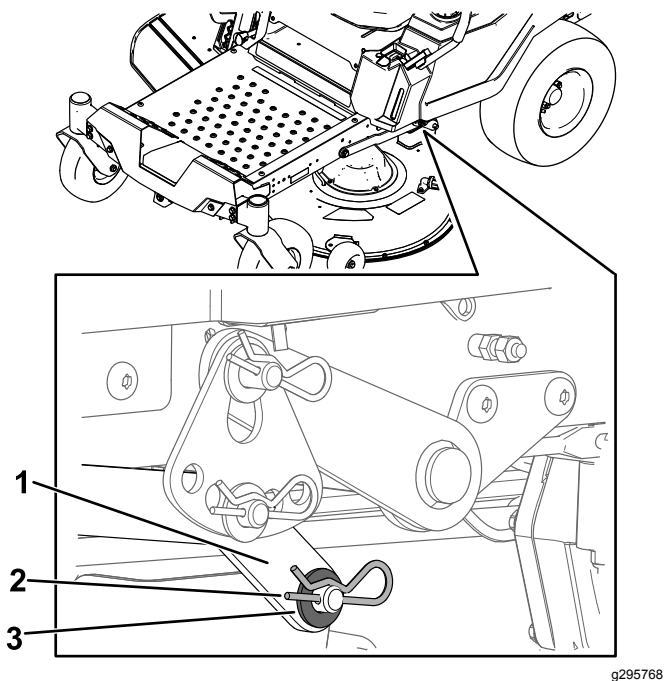

Figura 70
6. En un lado de la máquina, retire la arandela y la chaveta del pasador de la carcasa (Figura 70).
de elevación en el pasador de la carcasa (Figura 70).
6. Instale el brazo de elevación usando la arandela y la chaveta (Figura 70).
7. Retire el brazo de elevación del pasador de la carcasa (Figura 70).